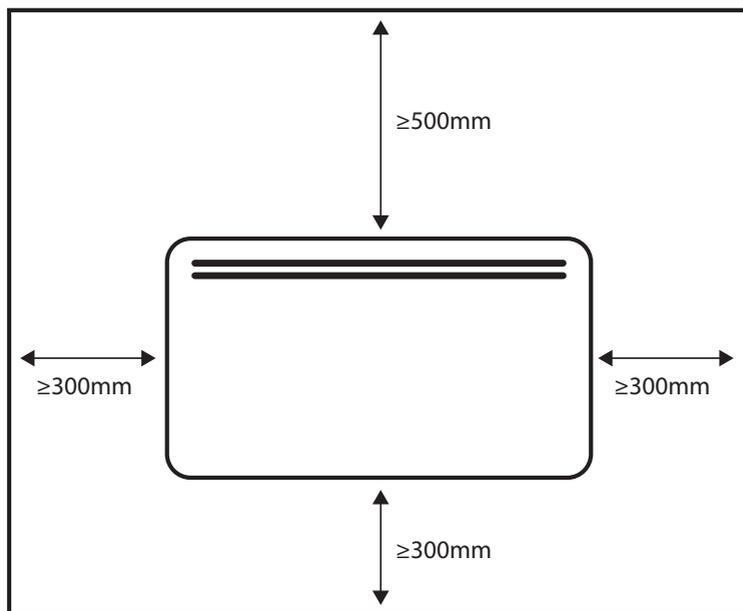

Fig. 1
Déterminer le bon emplacement (Fig. 1)
- Respecter les distances minimales entre l'appareil et les murs, le sol, les meubles, les rideaux, etc. (Reportez vous à la figure 1).